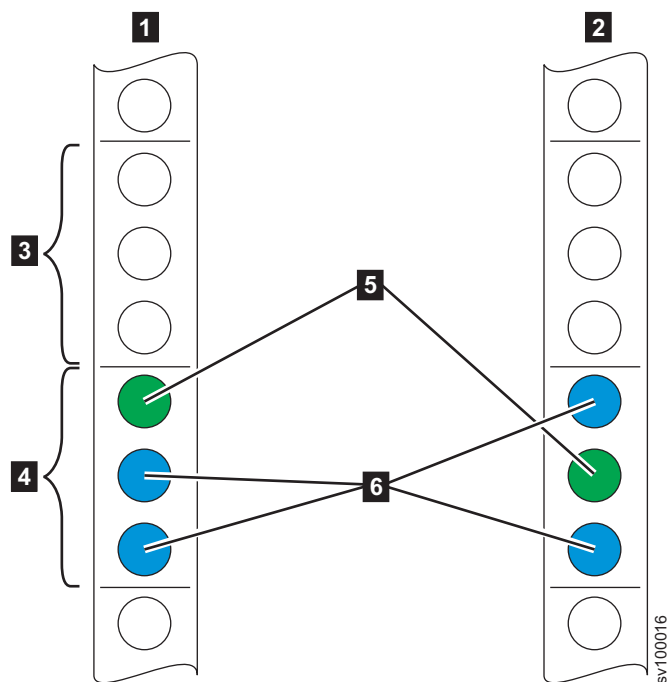

図 58. ラック・スペースの識別
2. 92 ページの図 58 に示されているように、(取り付けるノードに応じて) ラック内の使用可能な 2U スペースを選択します。